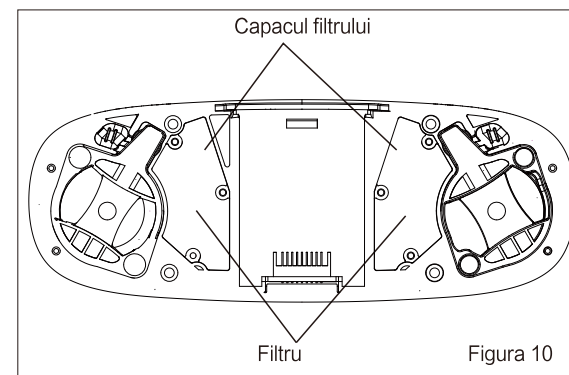

Figura 10
- Scoaterea filtrului (Figura 10)